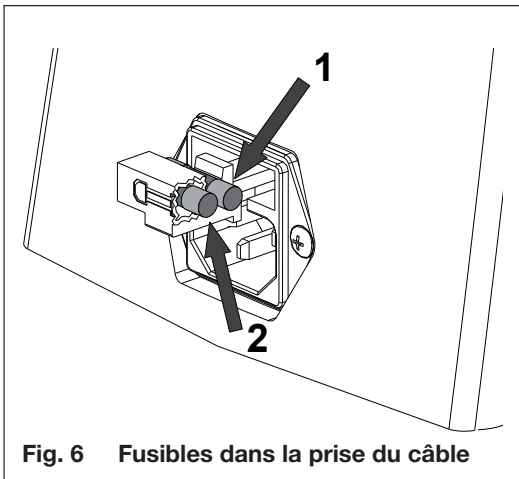

Fig. 6 Fusibles dans la prise du câble
- Si le fusible de la prise du câble (**fig. 6.1**) n'est pas grillé. Si le fusible est défectueux, remplacez-le par le fusible supplémentaire (**fig. 6,2**), qui est également situé dans la prise du câble.